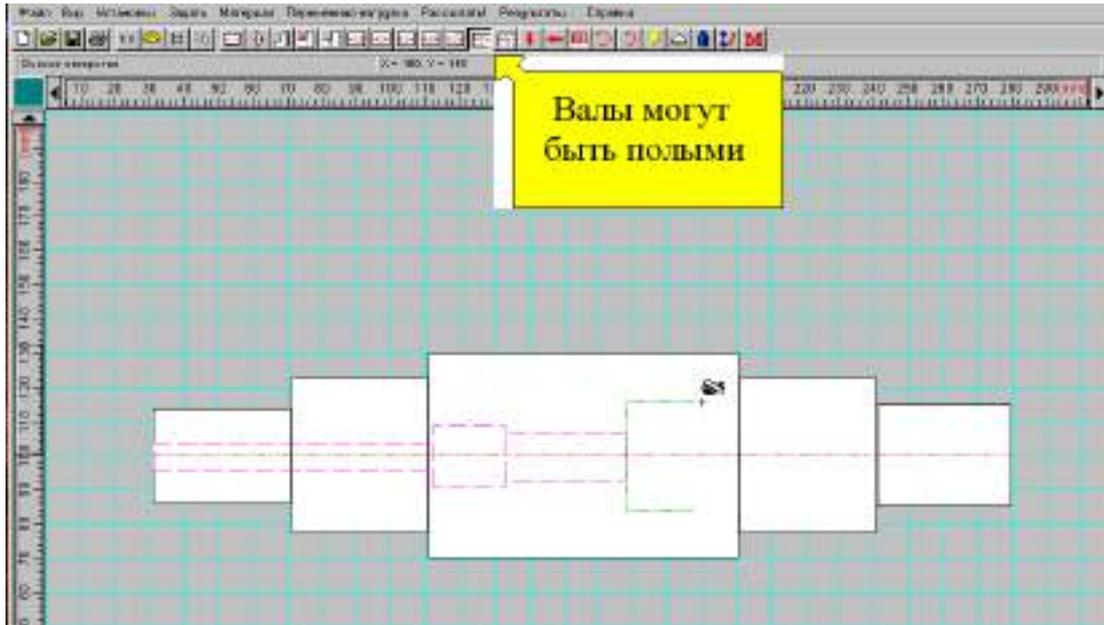

Рисунок 2.7
**Задание 3.** Выполните отверстия у первой, второй и третьей секций по образцу (рисунок 2.7)